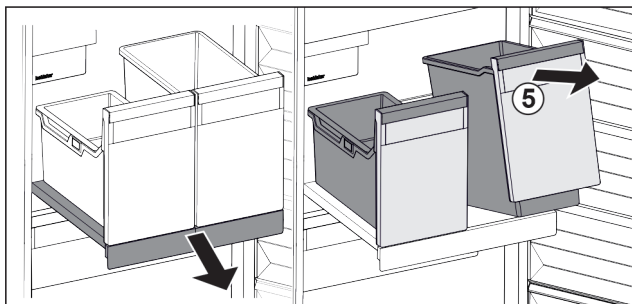

Fig. 25
- ▶ Unieść pojemnik Fig. 25 (5) z przodu.